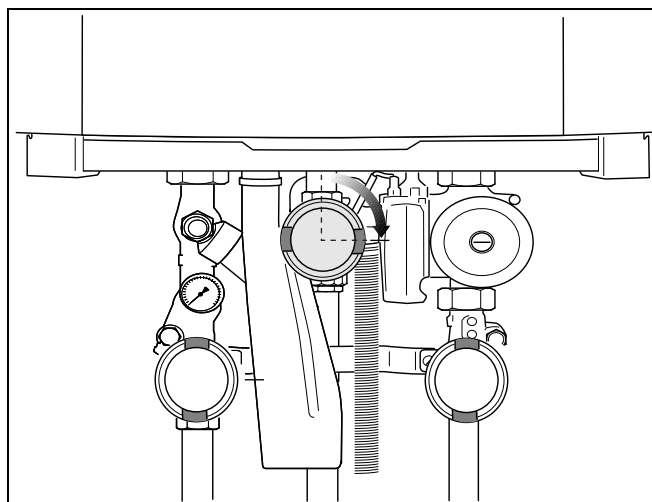

Fig. 23 Fermer le robinet de gaz (ici : fermé)
- Fermer le dispositif d'arrêt principal ou le robinet de gaz (fig. 23).